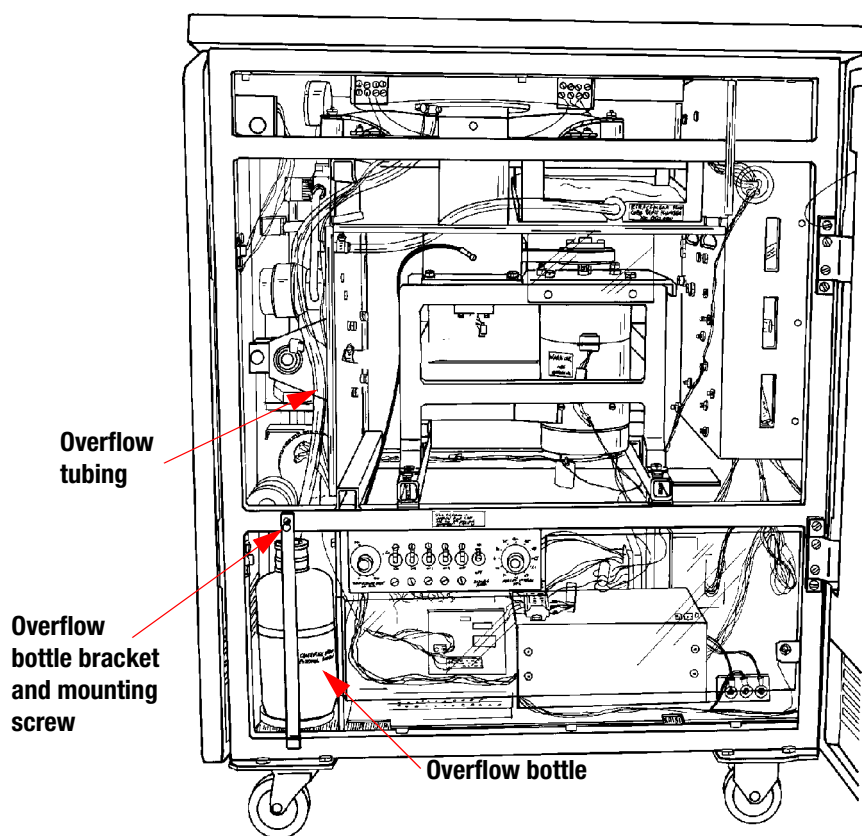

Figure 8-1: Overflow bottle location
- 4 Đầy chai dịch, đặt trong cửa panel bên phải ở phía trước của COBE 2991 (Figure 8-1), nên được kiểm tra định kỳ .